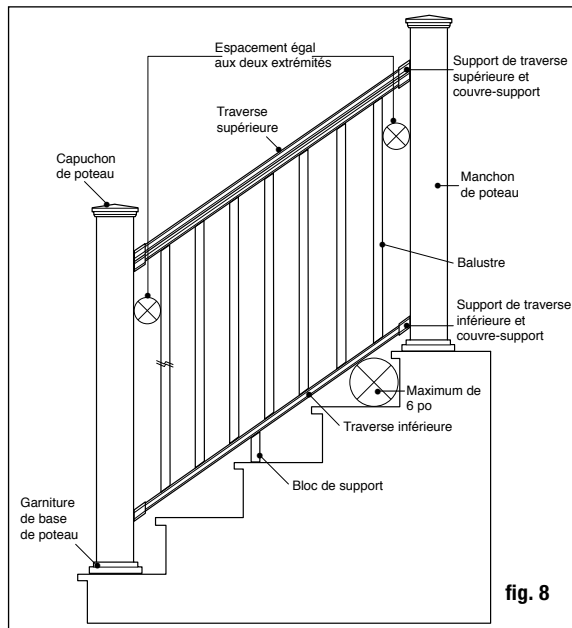
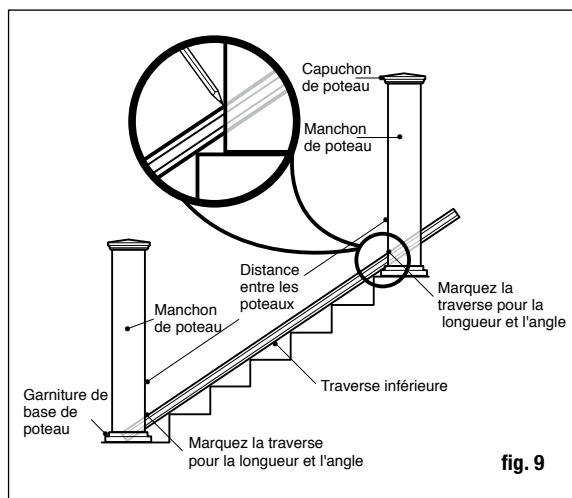

fig. 8
fig. 9
Étape 6 Mesurez la distance entre les manchons de poteaux installés pour déterminer la longueur des traverses du haut et du bas. Placez la traverse inférieure sur les girons, près des poteaux et ajustez afin que la distance entre le premier trou de balustre et le poteau soit plus élevée qu'au moins 7 cm (2-3/4 po), puis égale aux deux extrémités (fig. 8). Marquez la traverse à la bonne
longueur et angle. Coupez la traverse du bas. Coupez la traverse du haut à la même longueur et le même angle (fig. 9).
Étape 7 Placez les bons couvre-supports et support de traverse aux extrémités de la traverse supérieure. Portez une attention particulière aux supports utilisés, sachant qu'ils ont des angles différents entre les traverses du haut et du bas. Marquez la position sur le bloc de support et joindre à la rampe inférieure. Placez la traverse inférieure entre les poteaux des giron de l'escalier (fig. 9). Vous pourriez devoir placer des cales entre deux nez de marche afin de surélever la traverse du bas. Vérifiez les exigences dans votre région. Généralement, une sphère de 15 cm (6 po) ne peut pas passer par le triangle formé par la traverse du bas, le giron et la contremarche (fig. 8). Centrez le support d'escalier sur le poteau. En utilisant le support d'escalier comme guide, marquez la position des vis sur le manchon de poteau et sur les deux extrémités de la traverse. Percez des trous de guidage de 1/8 po dans le manchon de poteau et la traverse. Fixez le support d'escalier au manchon de poteau grâce à des vis à tête plane n° 8-15 x 2 po - n° 2, puis fixez le support d'escalier à la traverse en utilisant des vis à minces à têtes carrées autotaraudeuses n° 8-16 x 3/4 po - n° 1.